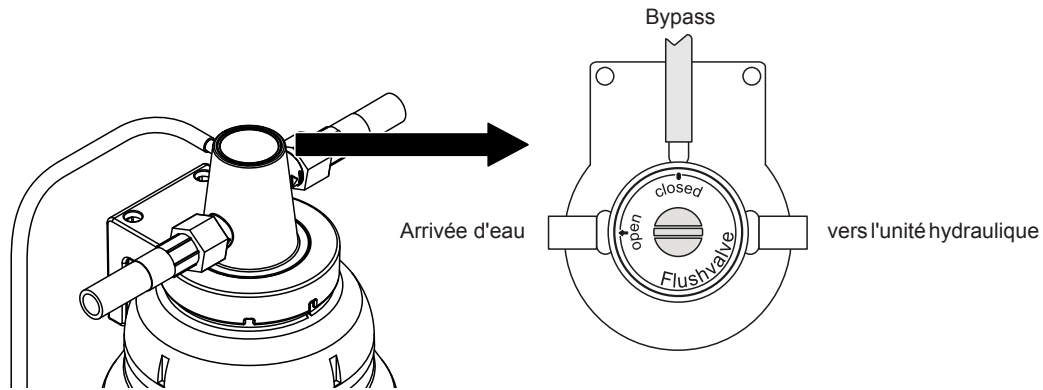

Fig. 17: Régler la vanne sur « closed » (position de service)
12. Réglez la vanne sur la tête du dispositif de traitement d'eau pour que « open » soit sur « closed » (voir Fig. 17).